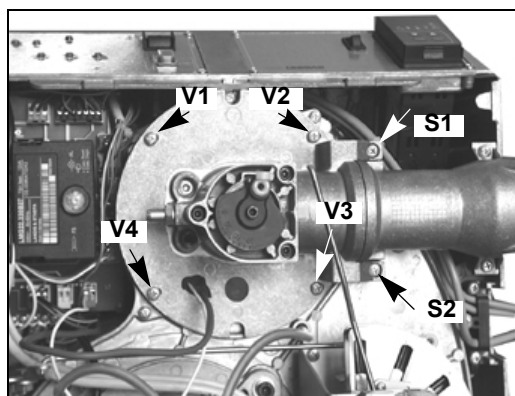
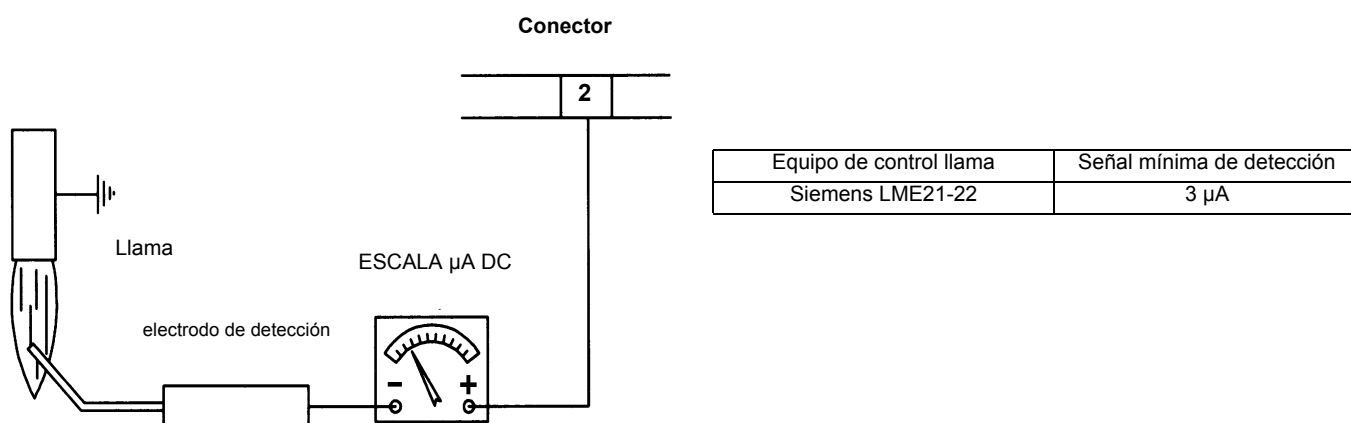

Fig. 44
Fig. 51
- Desmunte, controle y limpie el cabezal de combustión (véase Fig. 44 y siguientes)
- Limpie y controle los electrodos de encendido y detección (véase Fig. 44). Controle la señal de detección, siga el esquema de la Fig. 51
- 1 Quite los 4 tornillos V1, V2, V3, V4 y el par de tornillos S1 y S2 (Fig. 44).
En el caso en que el quemador vaya en bloque, ejecutar los siguientes controles. Para medir la señal de detección, siga el esquema de la Fig. 51. Si la señal es inferior al valor indicado, controle la posición del electrodo de detección, los contactos eléctricos y, de ser necesario, sustituya el electrodo de detección.